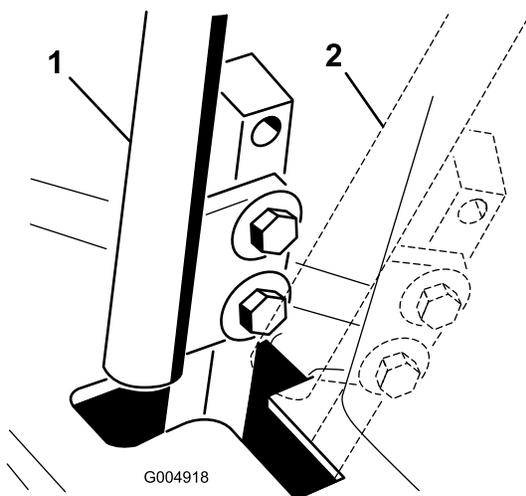

Рисунок 52
- Переведите рычаг управления в НЕЙТРАЛЬНОЕ, но не фиксируемое положение (Рисунок 52).
- Проверьте положение рычага управления относительно выемки в консоли (Рисунок 52).